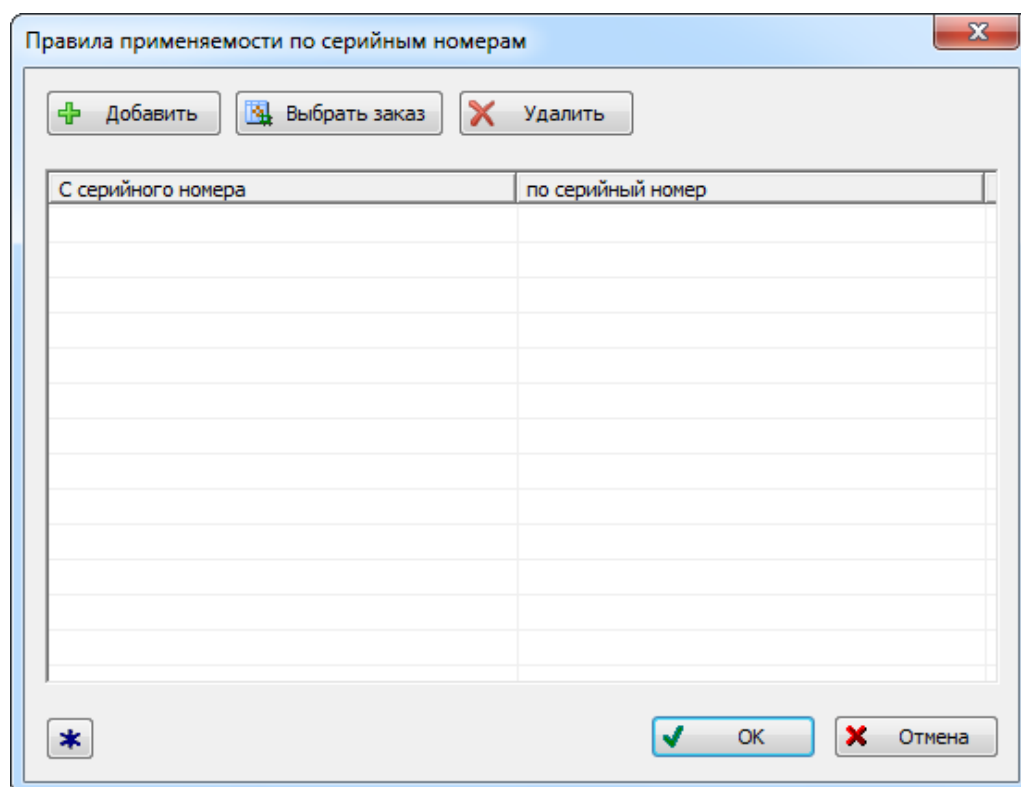

Рис. 13-104 – Окно «Правила применимости по серийным номерам»
4) После этого откроется окно «Правила применяемости по серийным номерам» (рис. 13-104).